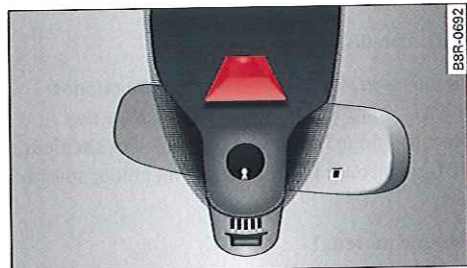

Fig. 141 Pare-brise : fenêtre de la caméra du système active lane assist
- Veillez à ce que la fenêtre de la caméra $\Rightarrow$ fig. 141 ne soit pas masquée par un autocollant, des dépôts, etc. Remarques concernant le nettoyage $\Rightarrow$ page 215.
⇒ *page 136, fig. 141* est sale ou givré. Veuillez nettoyer cet emplacement du pare-brise.